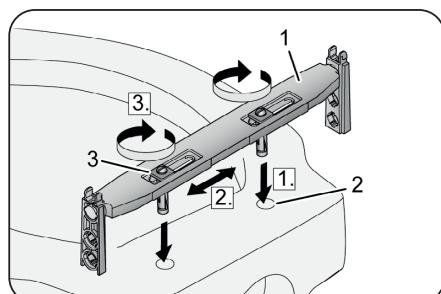

Fig. 5
- Posizionare il ponte di sostegno (1, Fig. 5) sul bordo posteriore del vaso. Inserire i tasselli nei fori (2, Fig. 5) del vaso del WC.
- Ruotare le viti (3, Fig. 5) in senso orario. In questo modo i tasselli sono distanziati. Serrare le viti con una coppia di serraggio di 3 Nm.